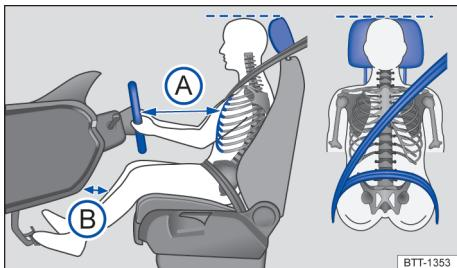

Fig. 24 Distância correta do condutor em relação ao volante, posição correta do cinto de segurança e ajuste correto do apoio para cabeça.
- Ajustar o banco de modo que a distância entre o volante e o tórax tenha no mínimo 25 cm → Fig. 24 A e que o condutor possa segurar o volante pela borda externa com as duas mãos e os braços ligeiramente dobrados.
- Ajustar o banco do condutor na direção longitudinal de modo que os pedais possam ser acionados com as pernas ligeiramente arqueadas e a distância para o painel de instrumentos na área do joelho seja de, no mínimo, 10 cm → Fig. 24 B.
- Para os bancos com apoio para cabeça: ajustar o apoio para cabeça de modo que a sua borda superior se encontre preferencialmente na mesma linha da parte superior da cabeça → Fig. 24 – porém não abaixo da altura dos olhos. Posicionar a parte posterior da cabeça o mais perto possível do apoio para cabeça.